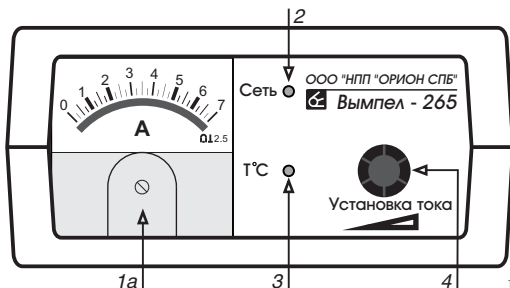

Рис. 1
**1a** - Шкала амперметра. (Вымпел-265, 325, рис. 1)